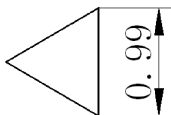
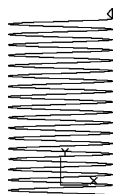

图 12-38 牙型尺寸
图 12-39 绘制牙型截面轮廓
(2) 单击“视图”选项卡“视图”面板中的“前视”按钮，将视图切换到前视方向。
(3) 单击“默认”选项卡“绘图”面板中的“直线”按钮，捕捉螺旋线的上端点绘制牙型截面轮廓，尺寸参照图 12-38 所示；单击“默认”选项卡“绘图”面板中的“面域”按钮，将其创建成面域，结果如图 12-39 所示。
从理论上讲，由于螺旋线的圈高是 1，如图 12-38 所示的牙型尺寸可以是 1，但由于计算机计算误差，如果牙型尺寸设置成 1，有时会导致螺纹无法生成。
选择要扫掠的对象或 [模式(MO)]: 选择如图 12-38 所示绘制的牙型图